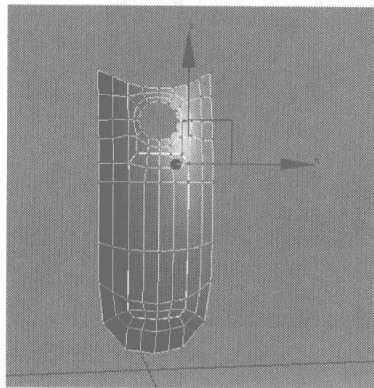

图 3.91
- 08** 继续调整 MP3 正面不满意的地方，效果如图 3.91 所示。